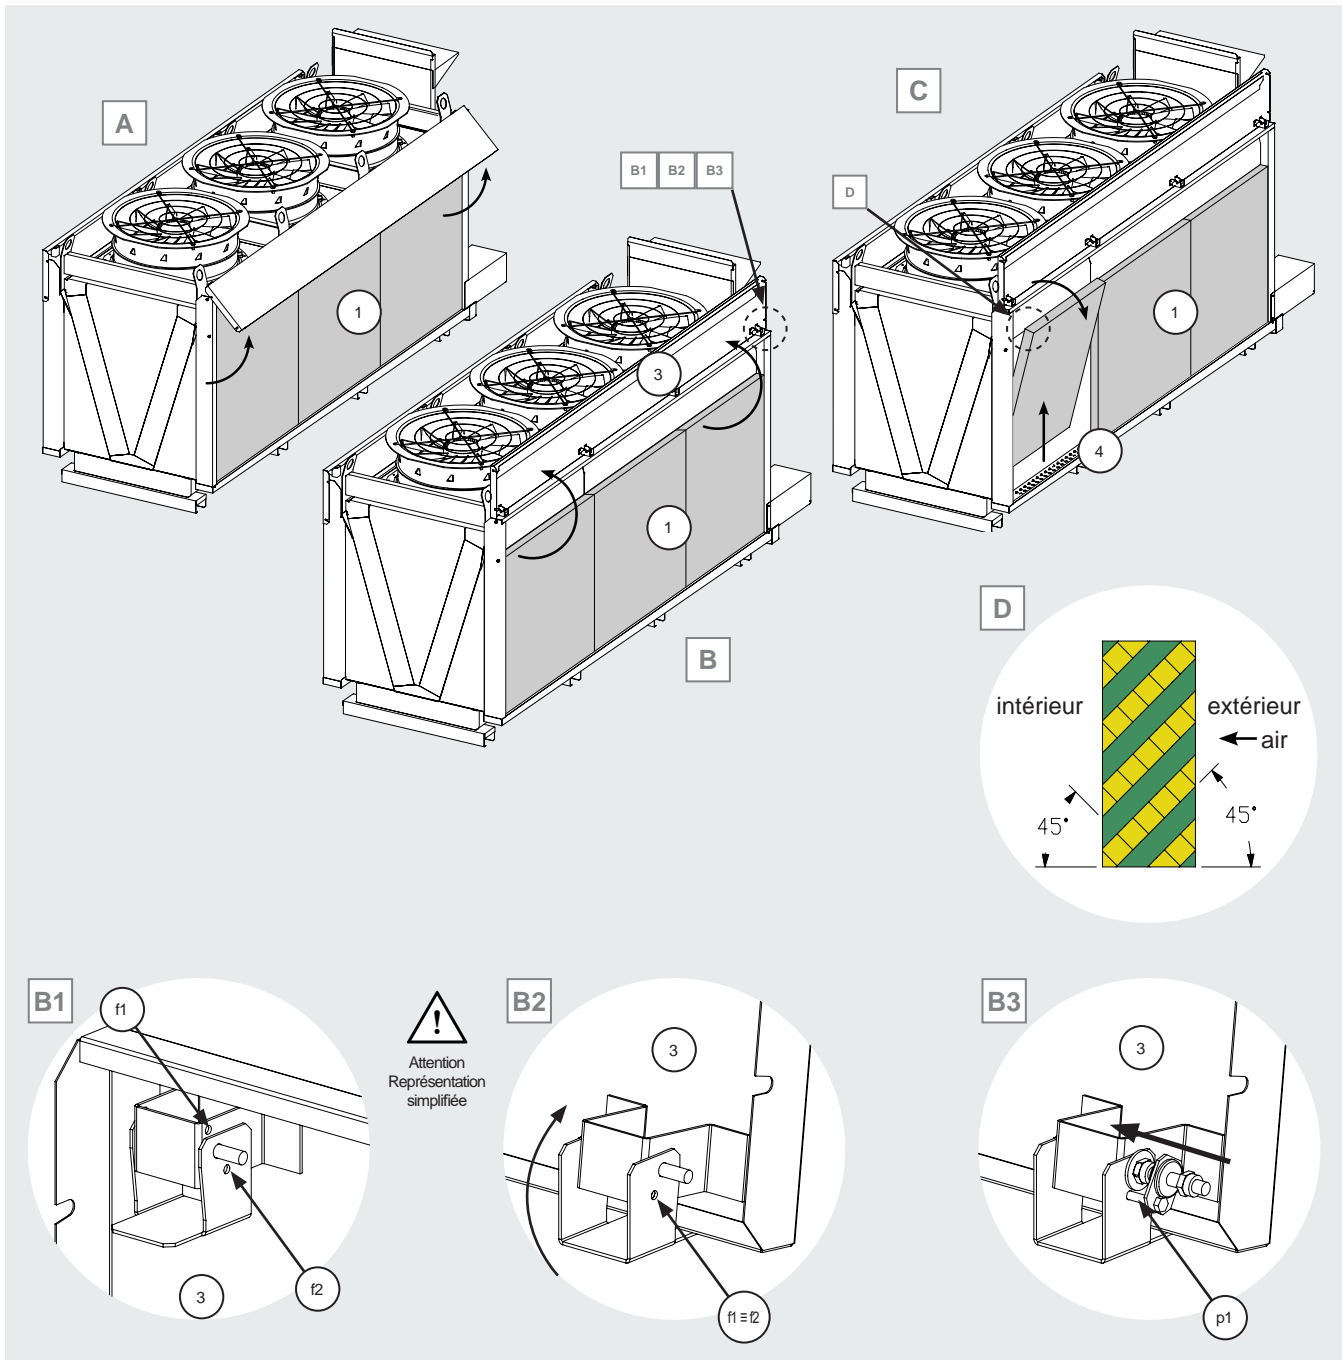
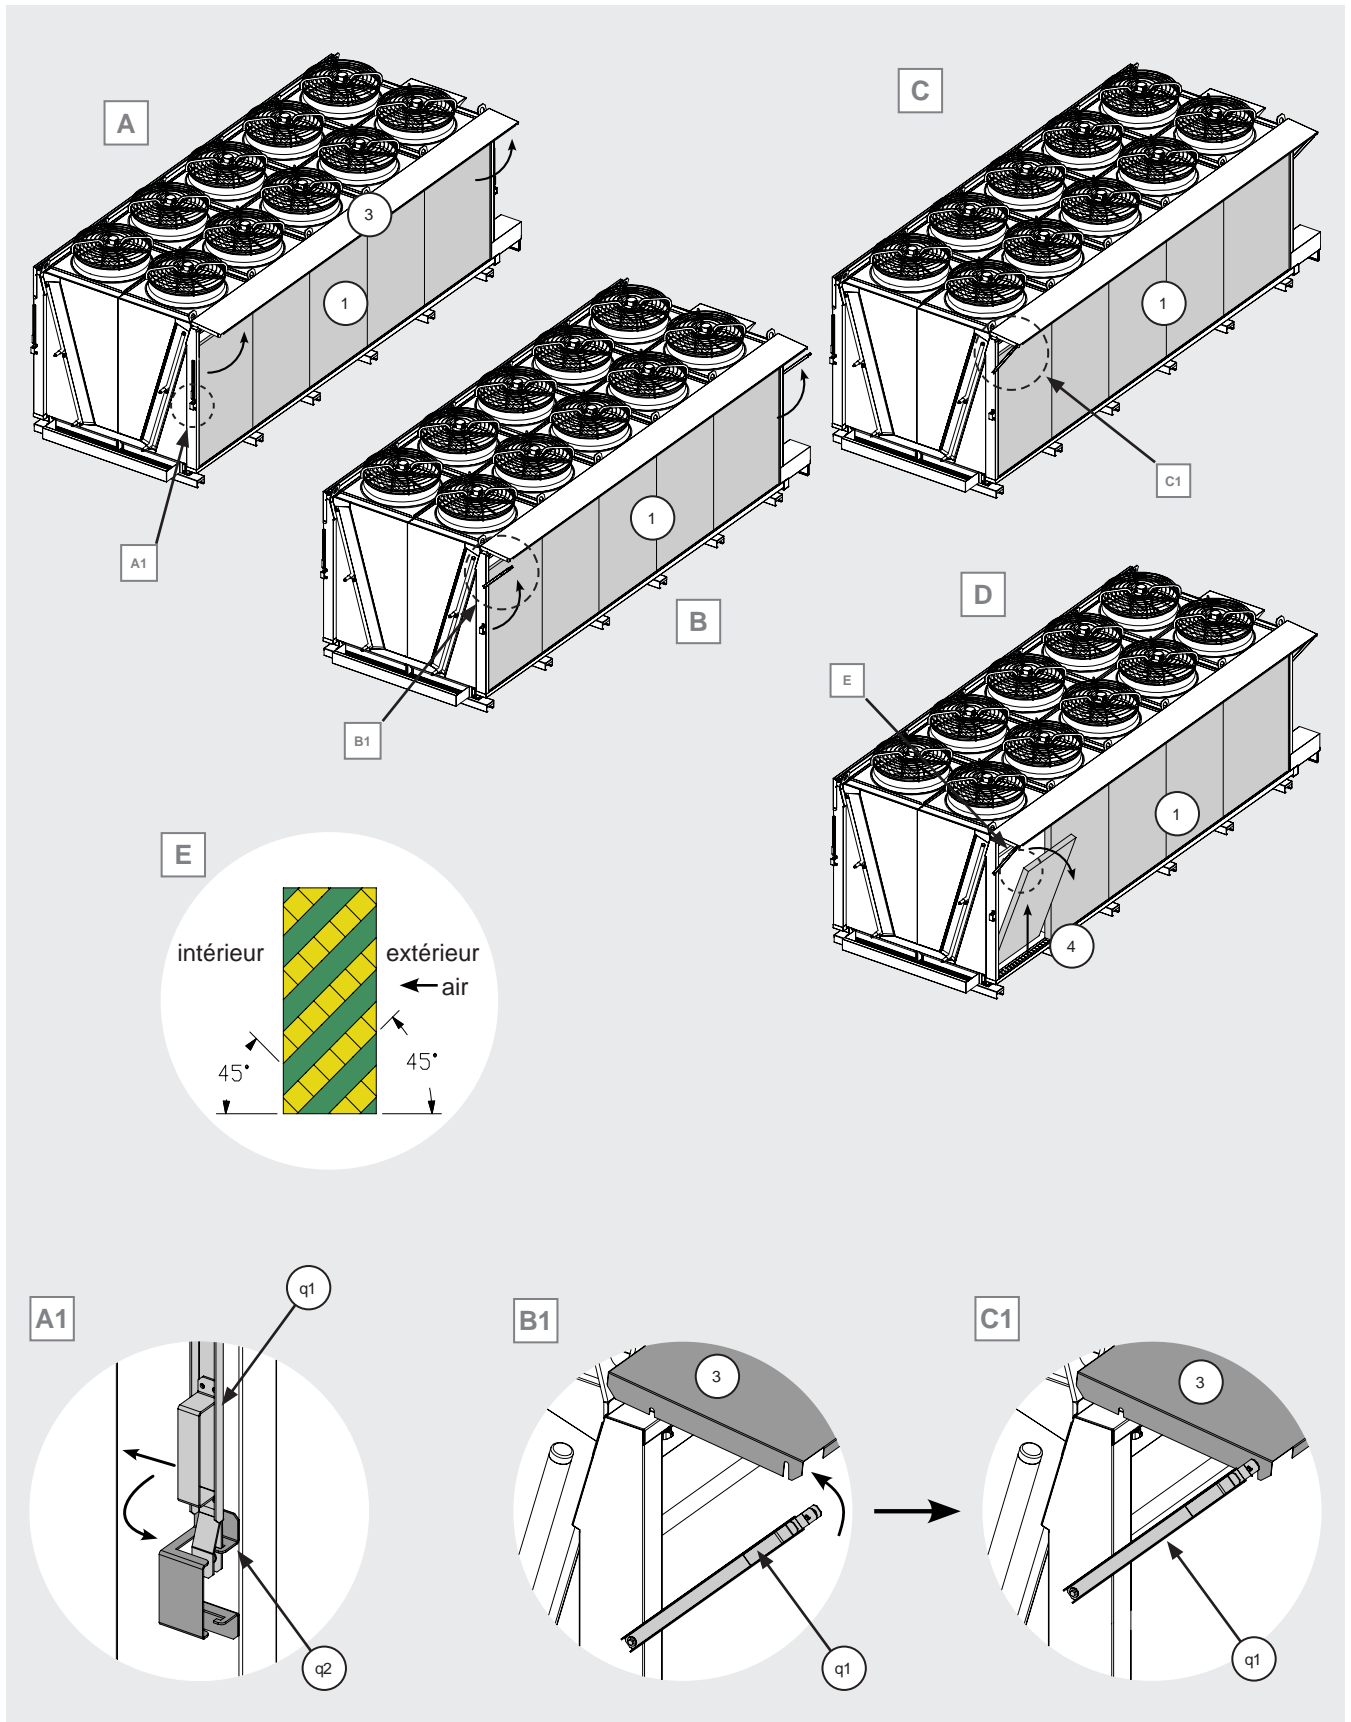

Figure 21
Figure 22
Soulever le couvercle (3) du compartiment de la buse. Voir Figure 21 A et B. Faites attention aux détails de la Figure 21 B1, B2, B3. Les Figure 21 B1 et Figure 21 B2 sont simplifiées à des fins d'explication. Observez la Figure 21 B1: une charnière à l'extrémité du couvercle (3) est équipée d'un système qui empêche la fermeture accidentelle du couvercle (3). La charnière comporte deux trous (f1) et (f2). Tournez le couvercle (3) jusqu'à ce que les deux trous correspondent, comme le montre la Figure 21 B2. Insérez maintenant la goupille (p1) dans les deux trous et verrouillez le couvercle (3) en place. Avant de travailler sur le modèle, assurez-vous que le couvercle (3) est bien en place et qu'il ne peut pas se fermer accidentellement. Risque de se cogner les mains ou la tête.
Soulever le couvercle (3) du compartiment des buses. Voir la Figure 22 A et B. Détacher le support (q1) du support (q2) et le tourner vers le haut, voir la Figure 22 A1. Insérer la goupille du support (q1) dans la fente appropriée du couvercle (3), voir la Figure 22 B et C et les détails B1 et C1. Verrouiller le couvercle (3) en position. Avant de travailler sur le modèle, assurez-vous que le couvercle (3) est bien en place et qu'il ne peut pas se fermer accidentellement. Risque de se cogner les mains ou la tête.
- 12.11.9 Sortez les panneaux extérieurs (1): soulevez-les verticalement hors du guide inférieur (4) et tirez-les ensuite vers l'extérieur. Voir la Figure 21 C. Faites attention au sens d'installation des panneaux, voir Figure 21 D et Figure 22 E.